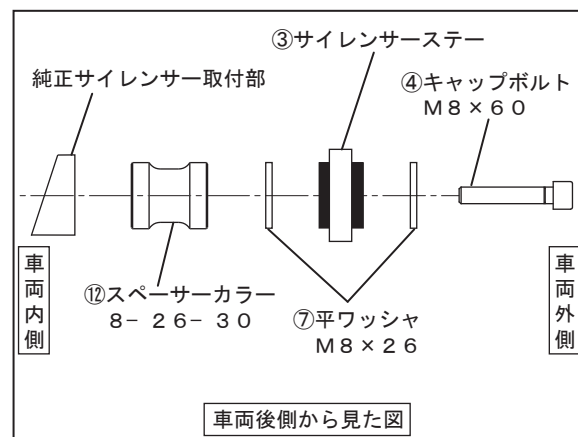

FIG. 7
7. ③サイレンサーステーを④キャップボルトM8×60、⑦平ワッシャM8×26、⑫スペーサーカラー8-26-30を使用して、車両の純正サイレンサー取付部に仮締めして下さい。（FIG. 7 参照）